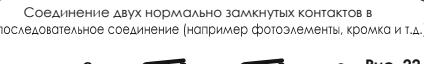
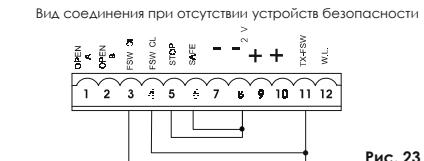

Рис. 22
Рис. 23
Примечание: Если никакие устройства к данным клеммам не подключаются, то необходимо установить перемычку между контактными клеммами FSW OP и -TX FSW (см. рис.22).
**Примечание:** при подключении более двух устройств, имеющих одинаковые функции (на открытие, на закрытие, на открытие и на закрытие, граница), необходимо Н.З. контакты соединить последовательно (на рис. 22). Если устройства безопасности не используются, необходимо установить перемычки, как показано на рис.23.